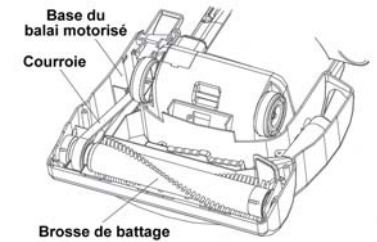

Fig. 18
9. Enfillez la courroie neuve sur l'arbre du moteur et ensuite sur la poulie de la brosse de battage. (Fig. 18)